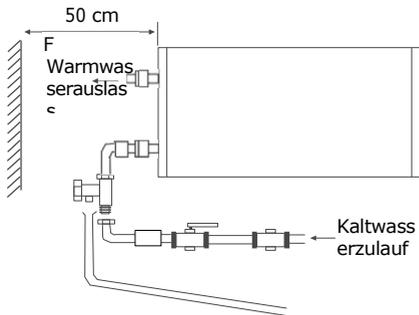

Abbildung 8
6. Die Installation der Warmwasserbereiter der Serien Fmx und Fmx DL wird durch die Möglichkeit, sie sowohl vertikal als auch horizontal überall in Ihrem Haus in einem beheizten Raum zu installieren, so einfach wie möglich gemacht. Es empfiehlt sich, den Warmwasserbereiter möglichst nahe an der Stelle zu installieren, an der das Warmwasser verbraucht wird, denn je kürzer die Leitungen sind, desto geringer ist der Wärmeverlust. Bei horizontaler Installation des Warmwasserbereiters müssen die Versorgungsrohre auf der linken Seite platziert werden. Lassen Sie bei der Montage des Warmwasserbereiters an einer Wand den empfohlenen Platz für Wartungsarbeiten frei. Installieren Sie den Warmwasserbereiter nicht auf einer horizontalen Fläche und in Bodennähe. (siehe Abbildung 8)